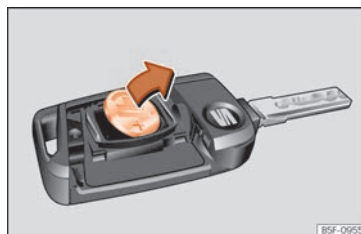

Abb. 84 Fahrzeugschlüssel: Batterie herausnehmen.
- Batterie mit einem geeigneten dünnen Gegenstand aus dem Batteriefach heraushebeln »» Abb. 84.
- Neue Batterie wie gezeigt ansetzen »» Abb. 84 und entgegen der Pfeilrichtung in das Batteriefach drücken »» ❷.